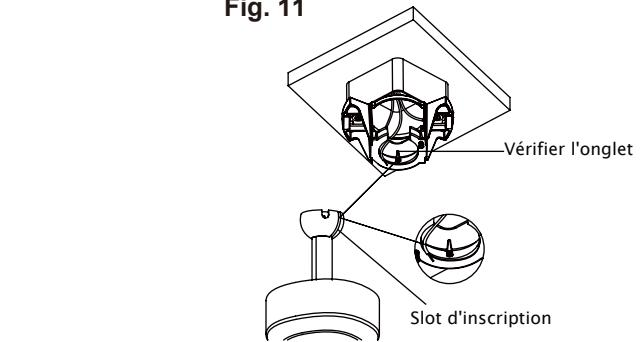

Fig. 12
Étape 3. Maintenant, soulevez le corps moteur en position et placez la boule de cintre dans le support de cintre. Tournez jusqu'à ce que le "Check Tab" soit tombé dans la "Slot d'enregistrement" et les sièges fermement. L'ensemble du corps moteur ne doit pas tourner si cela est fait correctement. (Fig. 12)